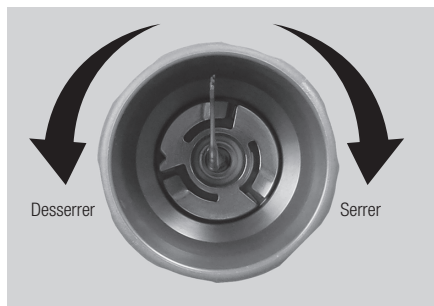

Fig. 17
- 3) Faites tourner la clé dans la direction de serrage, tel que représenté aux figures 17 et 18, jusqu'à entendre un clic en tournant sans serrer davantage.
*Pour retirer l'insert, faites tourner la clé dans la direction de desserrage tel que représenté dans les Fig. 17 et 18.